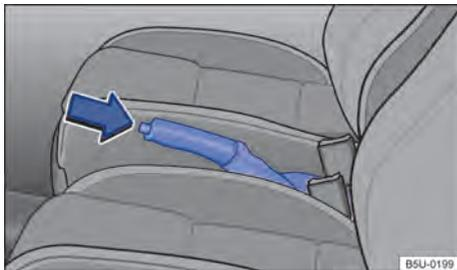

Fig. 89 Entre os bancos dianteiros: alavanca do freio de estacionamento.
- Puxar a alavanca do freio de estacionamento para cima com o botão bloqueador pressionado → Fig. 89 (seta).
- O freio de estacionamento está puxado quando, com a ignição ligada, a luz de controle (P) no instrumento combinado está acesa.
- Puxar a alavanca do freio de estacionamento um pouco para cima e pressionar o botão bloqueador → Fig. 89 (seta).